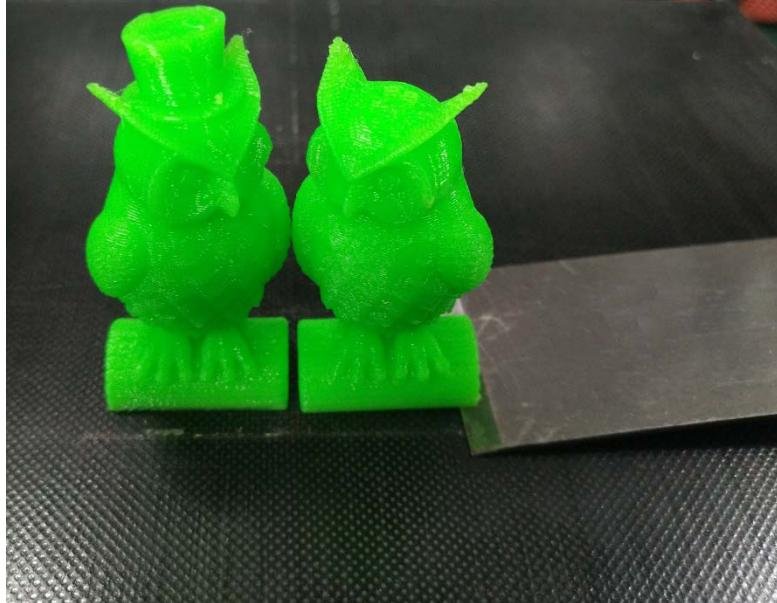

图33
- ◆用铲刀在模型底部翘起一个小口，然后在慢慢全部翘起（如图33）